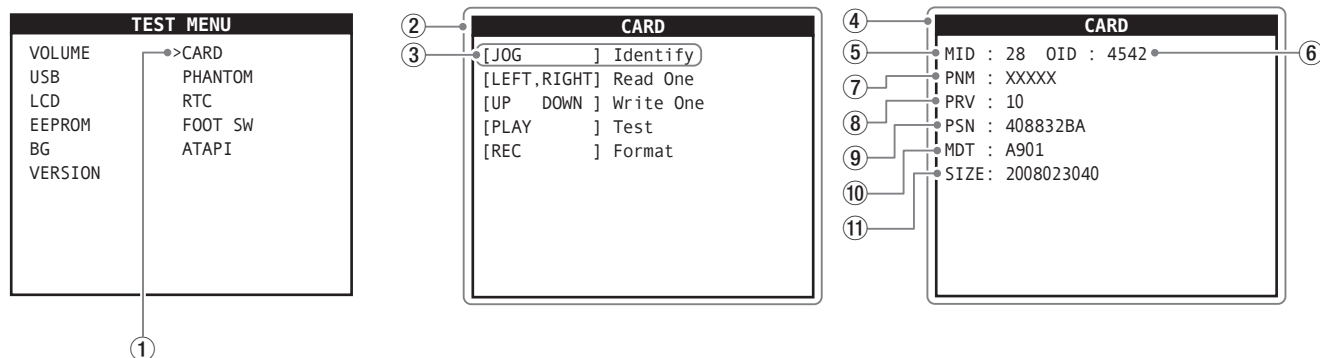

Fig 3
- Use the **JOG/DATA** dial to select the **"CARD"** item (Fig. 3-①). Press the **JOG/PLAY** button to open the **"CARD"** screen (Fig. 3-②).
- On the **"CARD"** screen, press the **JOG/PLAY** button to open **"Identify"** (Fig. 3-③) and show the following information about the card (Fig. 3-④).
Status check of card Display screen :	(Fig3-②)
[ JOG ] Identify :	(Fig3-③)
Confirmation of card information Display screen :	(Fig3-④)
MID :	(Fig3-⑤)
OID :	(Fig3-⑥)
PNM :	(Fig3-⑦)
PRV :	(Fig3-⑧)
PSN :	(Fig3-⑨)
MDT :	(Fig3-⑩)
SIZE :	(Fig3-⑪)
- カーソルを**JOG/DATA**ダイヤルで操作し、**[CARD]**項目 (Fig3-①) を選択する。
**JOG/PLAY** ボタンを押して、**[CARD]**画面 (Fig3-②) に移動する。
- **[CARD]**画面で**"Identify"** (Fig3-③) に対応する**JOG/PLAY** ボタンを押して、カード情報 (Fig3-④) を下記の表で確認する。